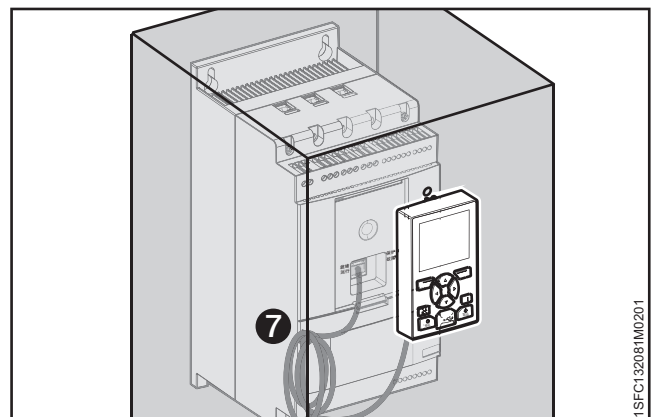

图 4.12
5. 确保网络电缆正确插入到 2 个端口中。防止电缆的其余部分卡在门之间，参见图 4.12 中的 ⑦。关闭柜门，并接通工作电源开关。确保外部 HMI 正常工作。